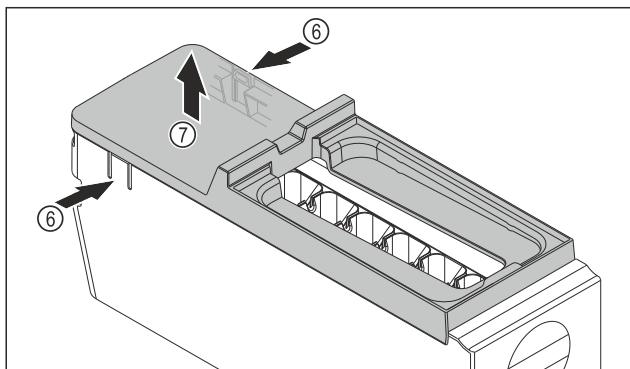

Fig. 106
- Heqja e kapakut mbulues të kutisë EasyTwist-Ice: Shtypni me një dorë gjuhëzat Fig. 106 (6) në të dyja anët e kutisë EasyTwist-Ice.
- Hiqni nga lart kapakun mbulues Fig. 106 (7) me dorën tjetër.